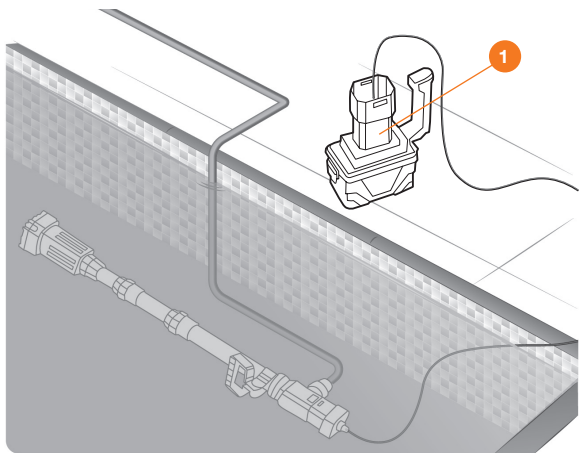

Рис. 6
- Насос может использоваться в горизонтальном положении только при условии отсутствия контакта с водой отсека аккумуляторной батареи **1** (Рис. 6).